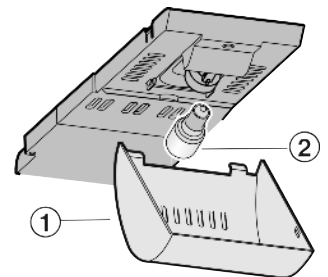

Fig. 12
- ▶ Neem de afdekking *Fig. 12 (1)* bij de voorkant vast en haak achteraan los.
- ▶ Vervang de gloeilamp *Fig. 12 (2)*.
- ▶ Afdekking *Fig. 12 (1)* weer opzetten.